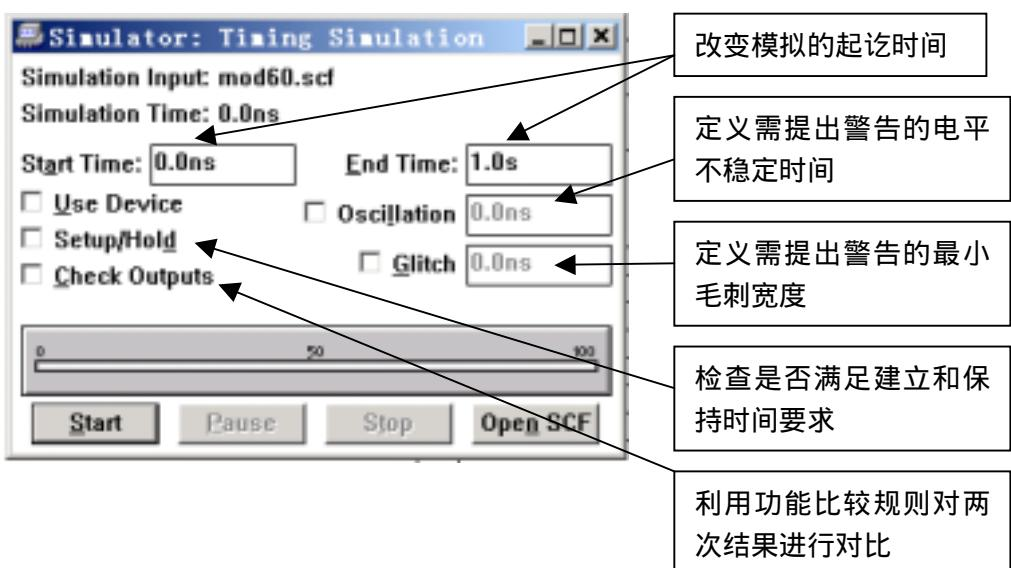

图 3.13 模拟器
- a、菜单“MAX+PLUS II”中选择“Simulator”，即可打开如图3.13所示模拟器